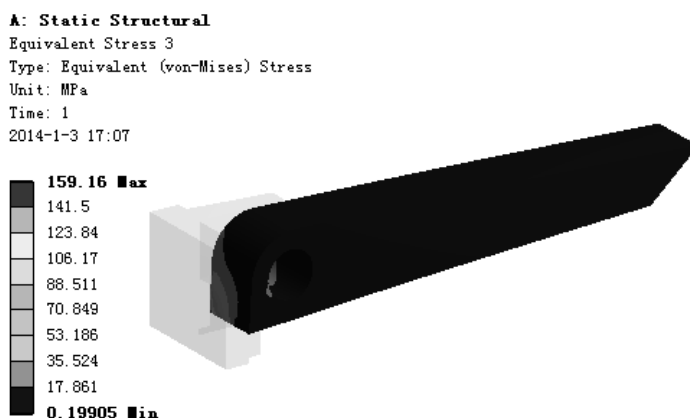

图 7.6.76 应力结果图解 (peg)
(5) 查看 peg 应力结果图解。在“Outline”窗口中选中  Equivalent Stress 3，查看图 7.6.76 所示的零件 peg 的应力结果，其最小应力为 0.19905MPa，其最大应力为 159.16 MPa。